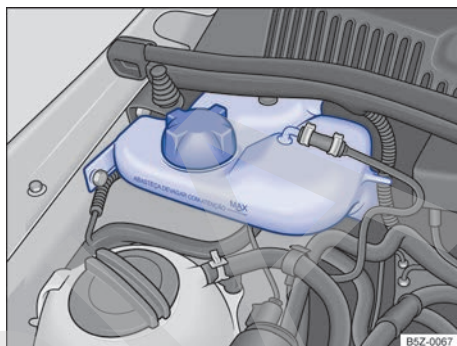

Fig. 173 En el compartimento del motor: depósito de gasolina para el sistema de arranque en frío para motor TOTALFLEX.
El depósito de gasolina del sistema de arranque en frío se encuentra en el compartimento del motor, del lado derecho → fig. 173.
- Nunca sobrepasar la marca "MÁX" indicada en el depósito → fig. 173.